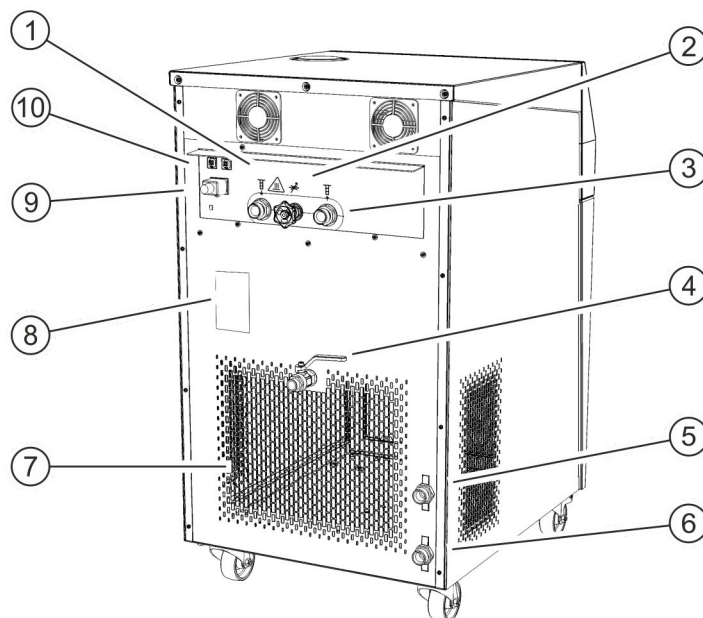

Fig. 6: Face arrière VC 2000 W
9. **Figure 6 :** La rampe doit être bien ajustée contre la palette. Deux personnes doivent appuyer avec leurs chaussures à droite et à gauche sur les rails de guidage de la rampe afin de l'empêcher de glisser. Faire glisser avec précaution l'appareil hors de la palette de transport, la partie avant en premier ⑪.